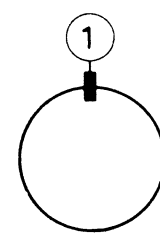
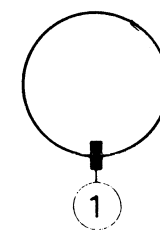

Fig. 4a
Fig. 5a
La convergenza dinamica si ottiene spostando il giogo di deflessione in senso orizzontale e verticale. Per assicurare l'esatta posizione dell'unità di deflessione, tre cunei di gomma sono posti tra il vetro dell'ampolla del cinescopio ed il giogo stesso, come illustrato in Fig. 4a o 5d. Due di questi cunei hanno uno spessore di 7 mm. Codice 4822 462 40356, l'altro ha uno spessore di 11 mm, numero di codice 4822 462 40357.
3. Eliminare l'incrocio delle righe centrali orizzontali e verticali blu e rosse con uno spostamento verticale del giogo. Se la posizione del giogo è corretta, inserire il cuneo di gomma (1) in alto (Fig. 4a) o in basso (Fig. 5a) senza togliere la striscia di carta. L'inserzione del cuneo come da Fig. 4a va eseguita se il giogo è spostato verso l'alto, come da Fig. 5a se il giogo è spostato verso il basso.